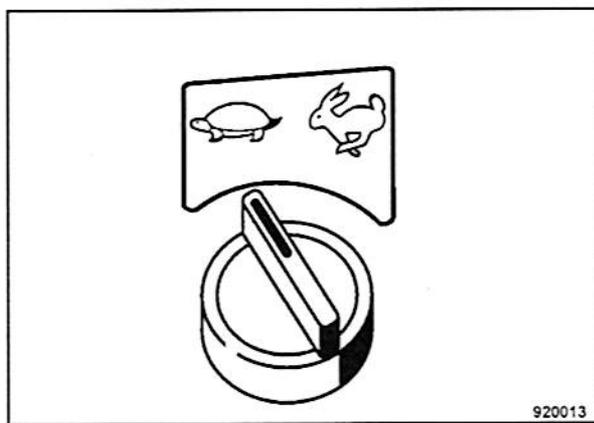

Fig. 65
- Preseleccionar el deseado nivel de marcha (Fig. 65).